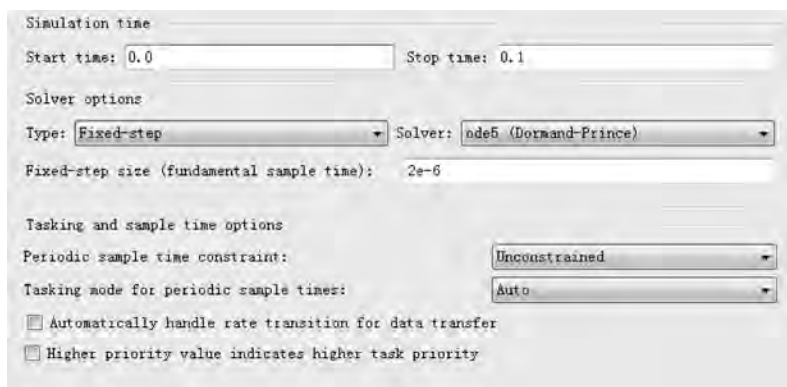

图 3-70 Simulink 仿真参数设置
(7) 设置 Simulink 的仿真参数,将仿真结束时间设置为 0.1s、求解器类型设置为 Fixed-step(固定步长)、求解器设置为 ode5,仿真步长设为 2×10^{-6} ,与 PSIM 的时间步长相同。参数设置界面如图 3-70 所示。